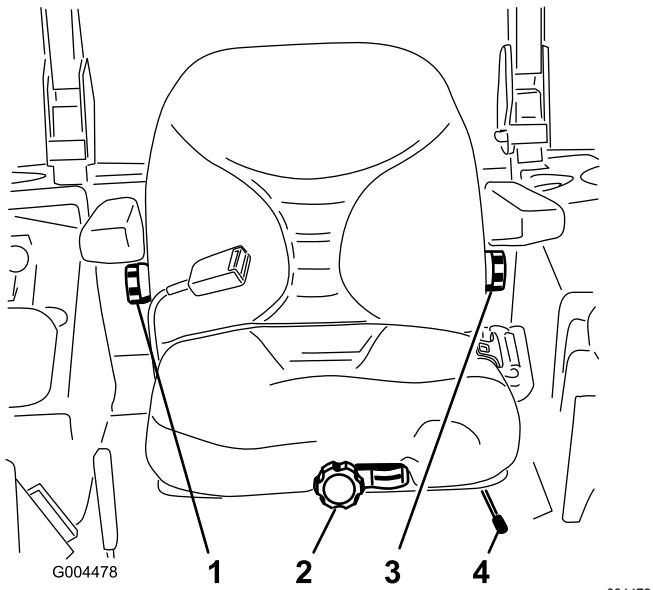

图14
1. 要调整座椅请侧向移动控制杆打开座椅的锁定 图14。
不要坐在座椅上将前方的旋钮向任一方向旋转以提供最佳的舒适性 图14。
要调节座椅靠背可向任一方向旋动位于右侧扶手下方的旋钮以提供最佳的舒适性 图14。
要调节座椅靠背可向任一方向旋动位于左侧扶手下方的旋钮以提供最佳的舒适性 图14。